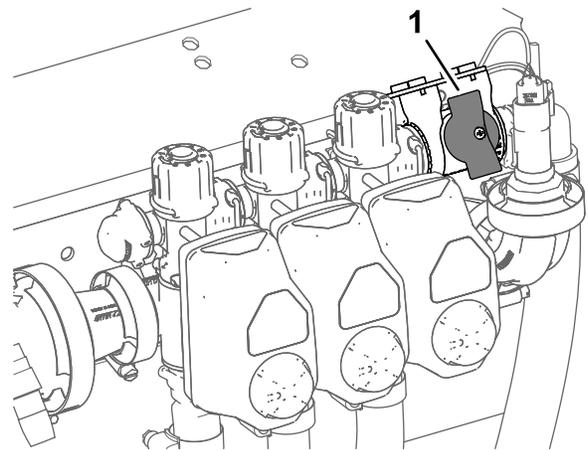

Bild 37
2. Drehen Sie das Handrad für das Abstellventil des Sicherheitsventil des Abschnitts in die geschlossene Stellung (Bild 37).